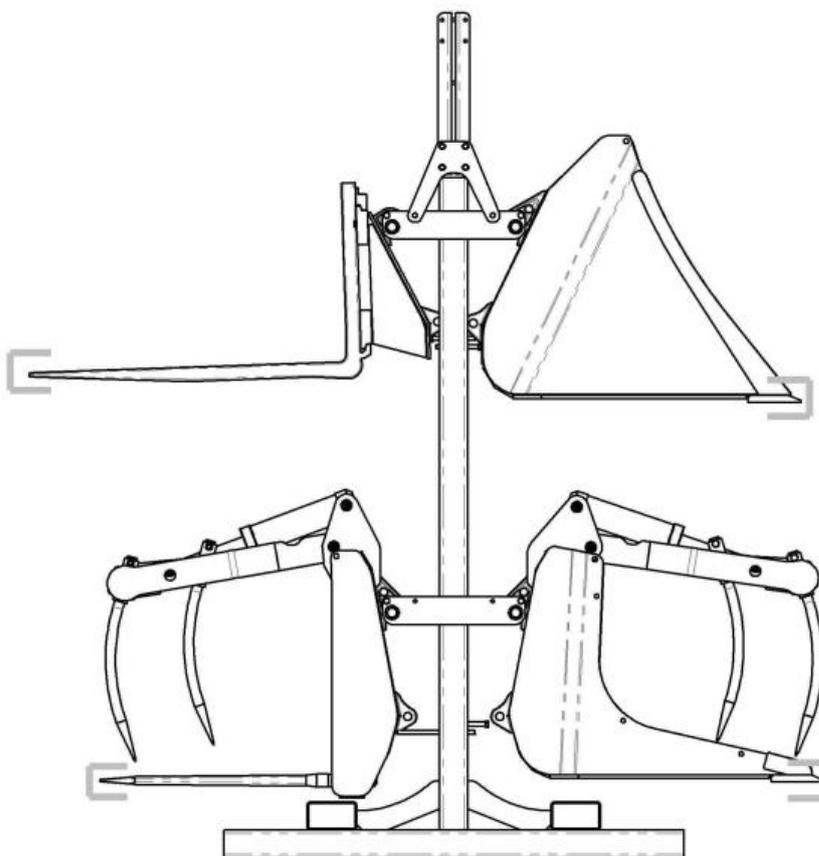

Figura 3 - Supporto su cui sono collocati quattro attrezzi da caricatore frontale
- b. Il supporto per attrezzi va sempre caricato a cominciare dal basso, su entrambi i lati. Gli attrezzi più pesanti vanno collocati nella zona inferiore, quelli leggeri nella zona superiore. Non vanno collocati sul supporto attrezzi che appoggiano al suolo invece di agganciarsi al supporto (Figura 3). Tutti gli attrezzi devono essere agganciati e fissati con le viti di arresto.
- e. Tutte le superfici taglienti dei singoli attrezzi da caricatore frontale appesi (ad es. spigoli taglienti, punte, denti, ecc.) vanno protetti utilizzando le adeguate misure di sicurezza, o con i corrispondenti carter di copertura (Figura 3).